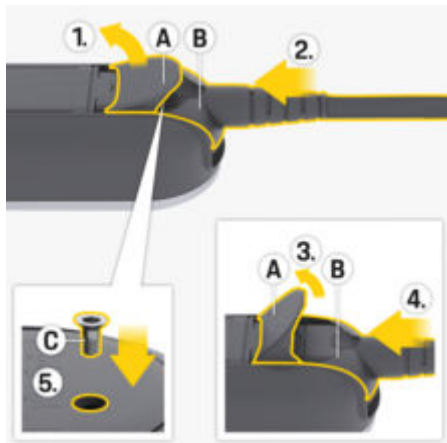

Fig. 194: Feste nettkabelen og pluggen
1. Åpne luken **A** (Fig. 194) ca. 15 grader (akkurat nok til at pluggen **B** (Fig. 194) passer inn i betjeningsenheten).
2. Skyv pluggen **B** (Fig. 194) inn i betjeningsenheten til du kjenner motstand.
3. Åpne luken **A** (Fig. 194) helt.
4. Skyv pluggen **B** (Fig. 194) helt inn.
5. Lukk luken **A** (Fig. 194) helt og skru den fast med skruen **C** (Fig. 194).